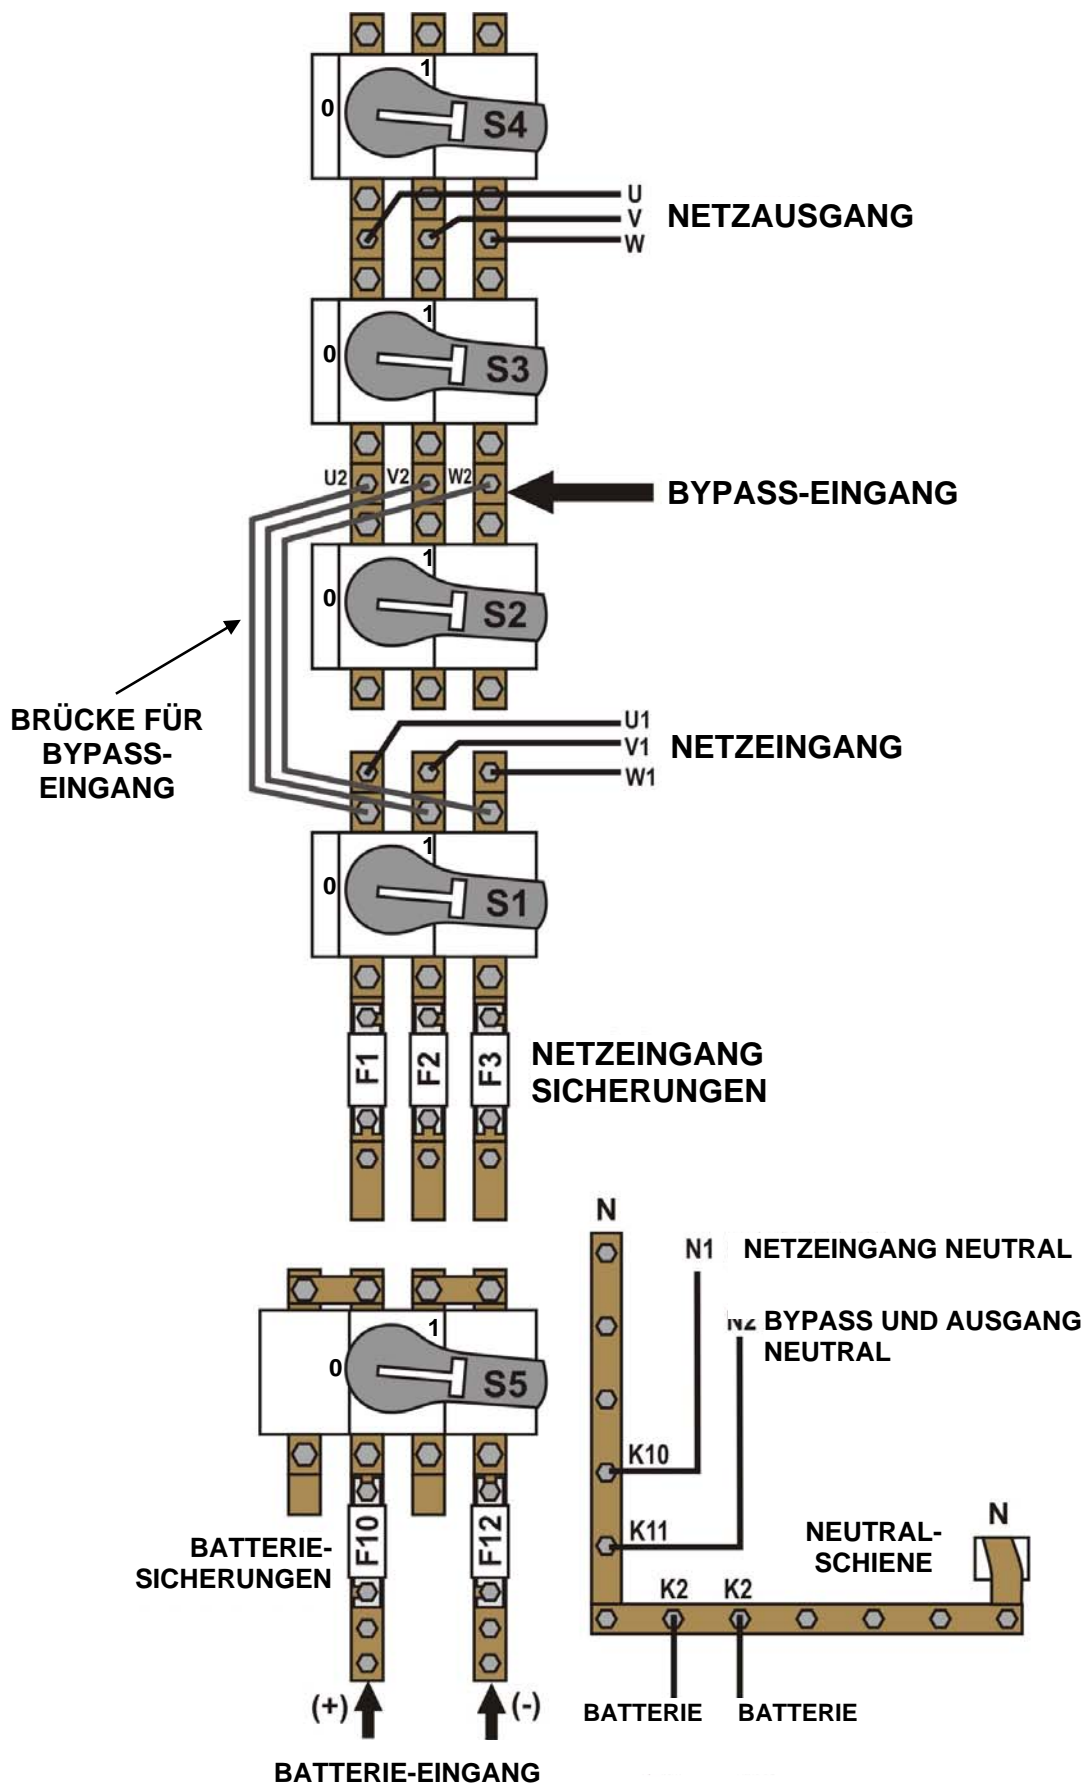

Bild 2.1 100-120-160 kVA Kabelanschlüsse
2. Schließen Sie den dreiphasigen Netzeingang an den Eingangsklemmen der USV an wie auf dem Schild (Bild 2.1) dargestellt.